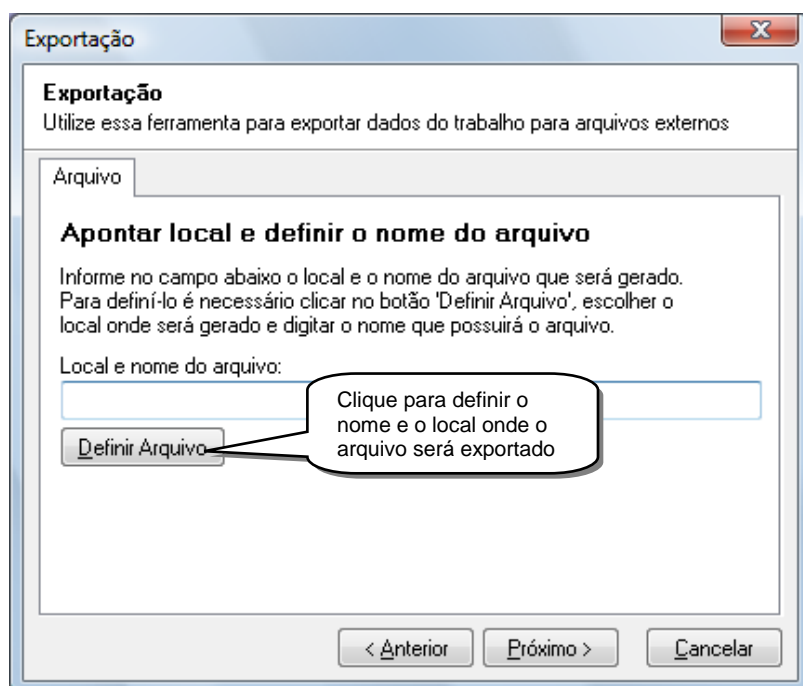

Figura 9.2.1
Para completar o processo de exportação é necessário definir o nome do arquivo e o local onde ele será criado (figura 9.2.1).
- Para esse procedimento clique em “Definir Arquivo” (figura 9.2.1). O software abrirá uma janela para selecionar o local e informar o nome para o arquivo.